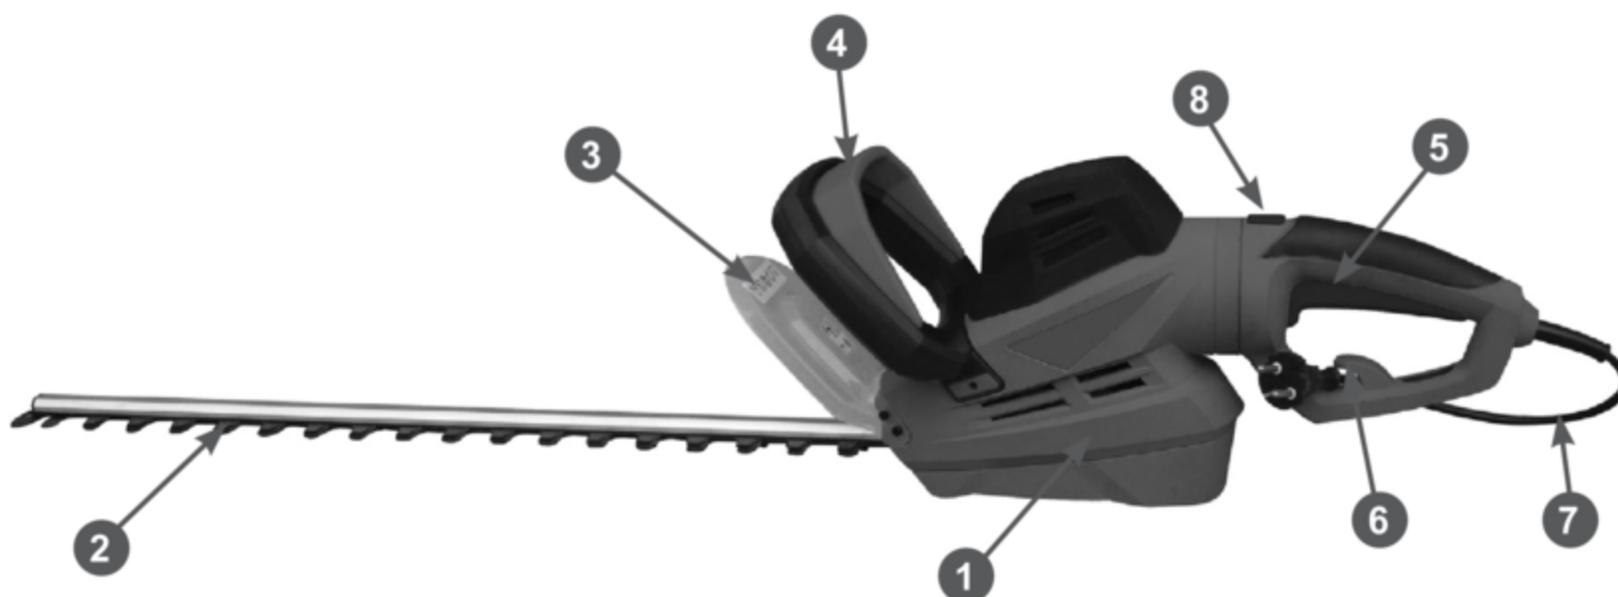

Рис. 1 Основные узлы и органы управления
Основные узлы и органы управления приведены на Рис. 1.
4. Сделайте петлю на конце удлинителя и просуньте ее в месте сгиба кабеля в отверстие на задней рукоятке и оденьте на крючок 6 Рис. 1.
8. Возьмите в руки ножницы и нажмите на выключатели 4,5 Рис. 1. Ножи начнут двигаться.
1. Нажмите на кнопку-фиксатор 8 Рис. 1.